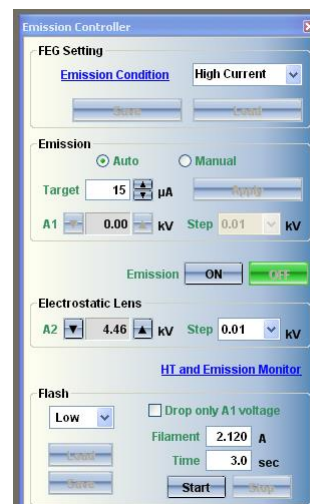

Figura 11
1) Al comienzo de la sesión es necesario hacer un “flash” (calentamiento local) del filamento. En la parte inferior de la ventana “Emission Controller” (figura 11) se encuentra el desplegable que indica “Low” o “High”. Seleccionar “High” al comenzar la sesión de trabajo. Durante el resto de la sesión se utilizará la opción “Low” cuando sea necesario. El “flash”, cuya duración es de unos pocos segundos, se realiza apretando con el ratón en “Start”. Una vez terminado, se deja siempre la pestaña en posición “Low”.
3) Se inicia la emisión del filamento pulsando con el ratón el botón “ON”. La emisión a comienzo de la jornada suele estar entorno 15  $\mu\text{A}$  (figura 11). Una vez alcanzado este valor, se abre la válvula del cañón, conectando “BEAM” en el panel situado sobre la mesa a la izquierda (figura 13).